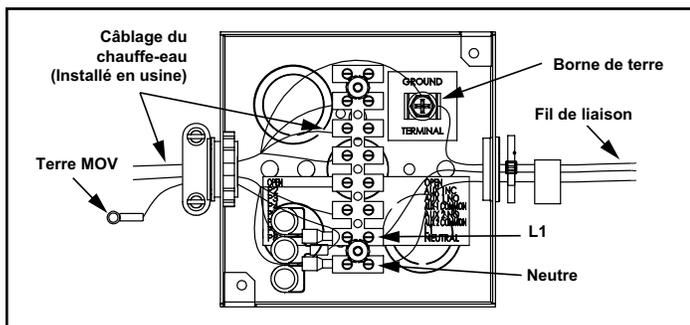

Figure 56. Câblage électrique - Boîte de jonction
Le fil de phase (« chaud ») de 120 V c.a. provenant de l'alimentation électrique se raccorde au fil volant noir ou à la borne « L1 » dans la boîte de jonction et le fil neutre 120 V c.a. se raccorde au fil blanc ou à la borne « Neutre » dans la boîte de jonction pour assurer une polarité correcte. Voir *Figure 56* (page 40).
3. Raccorder le fil de phase (« chaud ») de 120 V c.a. provenant de l'alimentation électrique au fil volant noir ou à la borne « L1 » dans la boîte de jonction située sur le dessus du chauffe-eau. Si le fil noir est utilisé, faire le raccordement à l'intérieur de la boîte de jonction avec un serre-fils de bonne dimension. Envelopper le serre-fils et l'extrémité du fil de ruban isolant. Voir la boîte de jonction à la *Figure 56* et le schéma de câblage à la *Figure 69* (page 71).
4. Raccorder le fil de neutre 120 V c.a. provenant de l'alimentation électrique au fil volant blanc ou à la borne « Neutre » dans la boîte de jonction située sur le dessus du chauffe-eau. Si le fil blanc est utilisé, faire le raccordement à l'intérieur de la boîte de jonction avec un serre-fils de bonne dimension et enrouler du ruban isolant autour du serre-fils et de l'extrémité du fil. Voir la boîte de jonction à la *Figure 56* et le schéma de câblage à la *Figure 69* (page 71).
5. Raccorder le fil de terre provenant de l'alimentation électrique à la cosse de mise à terre à l'intérieur de la boîte de jonction. Voir la boîte de jonction à la *Figure 56* et le schéma de câblage à la *Figure 69* (page 71).